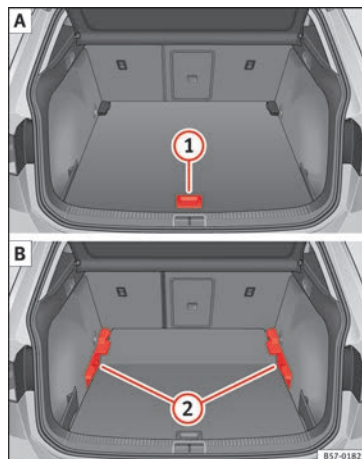

Fig. 169 Piano variabile del bagagliaio: **A** posizione elevata; **B** posizione bassa.
- Per passare dalla posizione bassa a quella elevata, sollevare il piano mediante la maniglia » **fig. 169 ①** e tirarlo all'indietro finché la parte anteriore del piano non sarà completamente fuoriuscita rispetto ai supporti **②**.
- Far scorrere il piano in avanti attraverso i supporti fino a farlo entrare in contatto con lo schienale dei sedili posteriori, e, successivamente, abbassare il piano con la maniglia **①**.
- Per passare dalla posizione elevata a quella bassa, sollevare il piano mediante la maniglia » **fig. 169 ①** e tirarlo all'indietro finché la parte anteriore del piano non sarà completamente fuoriuscita rispetto ai supporti **②**.
- Con il piano variabile in posizione elevata, sollevarlo con la maniglia » **fig. 169 ①**, tirarlo e spingere verso lo schienale dei sedili posteriori finché il piano non si piega sulla linea della cerniera e la parte mobile del piano non si appoggia sullo stesso.
- Per passare dalla posizione elevata a quella bassa, sollevare il piano variabile con la maniglia » **fig. 169 ①** e tirarlo leggermente all'indietro.
- Spingere il piano variabile verso i sedili posteriori ribattati con la maniglia **①**, applicando una lieve pressione verso il basso affinché la parte mobile del piano raggiunga il livello degli schienali dei sedili posteriori.